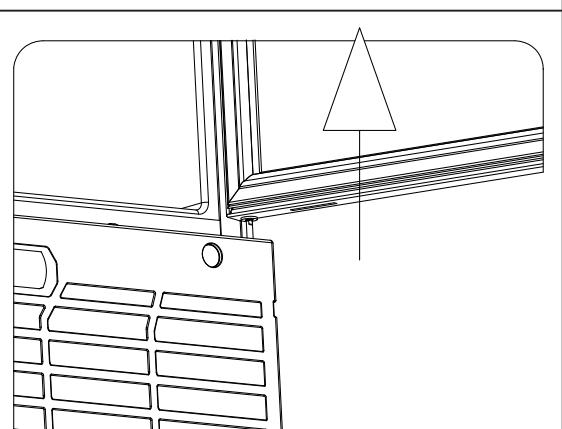

Рисунок 11
4. Снимите дверь с оси нижнего кронштейна (см. рис. 11).
- Снимите дверь с оси нижнего кронштейна (см. рис. 11).